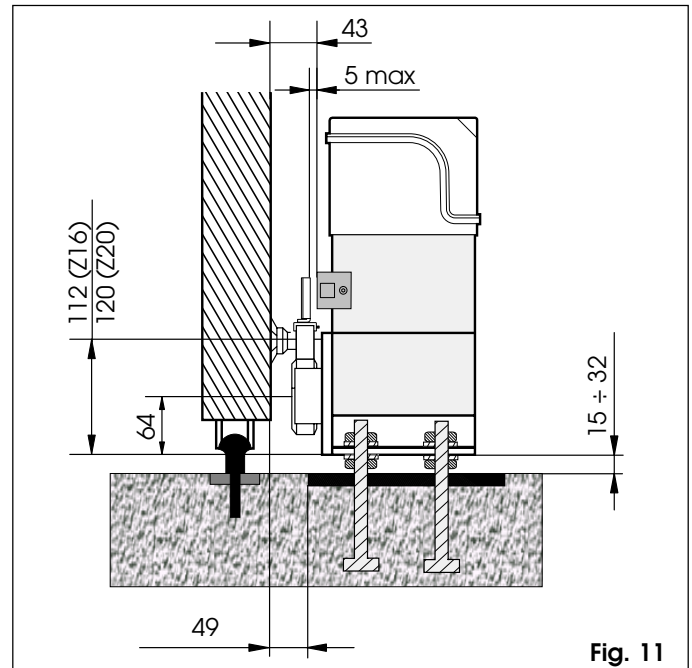

Fig. 11
- 4) Regulen las patas y la distancia de la verja tomando como referencia la Fig.11.